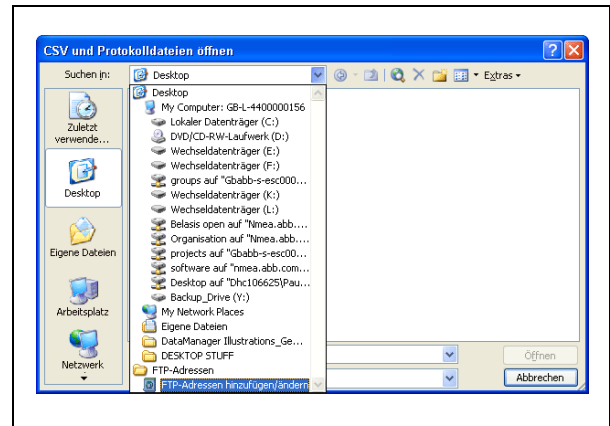
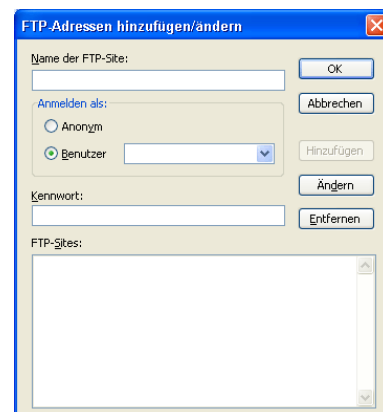

Abb. 3.14: Dropdown-Menü „Suchen in:“
Abb. 3.15: Dialogfeld „FTP-Speicherort hinzufügen/ändern“
8. Öffnen Sie das Dropdown-Menü „Suchen in:“, und wählen Sie die Option „FTP-Speicherort hinzufügen/ändern“ (siehe Abb. 3.14). Das Dialogfeld „FTP-Speicherort hinzufügen/ändern“ wird geöffnet (siehe Abb. 3.15).